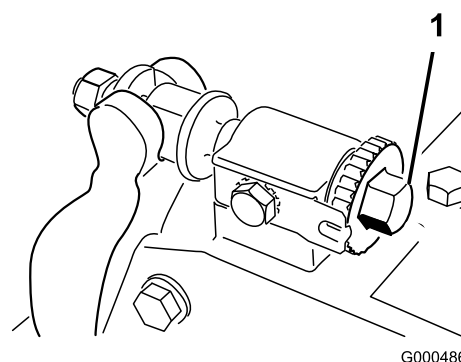
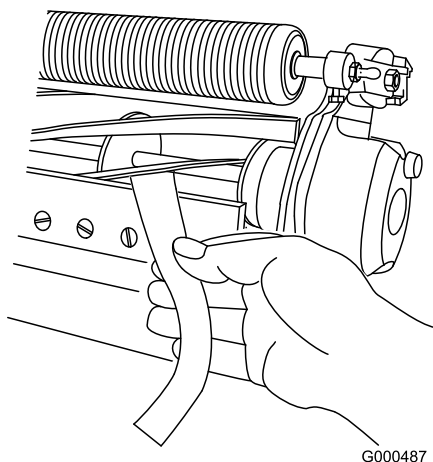

Figura 52
Figura 53
2. Asegúrese de eliminar el contacto con el molinete girando los tornillos de ajuste de la barra de asiento en el sentido contrario a las agujas del reloj (Figura 52).
4. En un extremo del molinete, inserte una tira larga de papel de periódico entre el molinete y la contracuchilla (Figura 53). Mientras gira el molinete lentamente hacia adelante, gire en el sentido de las agujas del reloj el tornillo de ajuste de la barra de asiento (en el mismo extremo del molinete) (Figura 52), un clic a la vez, hasta que el papel quede ligeramente aprisionado cuando se inserta desde delante, paralelo a la contracuchilla. Se notará una ligera resistencia al tirar del papel.
6. Cuando termine el ajuste, compruebe si el molinete 'pellizca' un papel cuando se inserta desde delante, y si corta el papel cuando se inserta perpendicular a la contracuchilla (Figura 53). Debe ser posible cortar el papel con un contacto mínimo entre la contracuchilla y las cuchillas del molinete. Si se nota una resistencia excesiva del molinete, será necesario afilar o amolar la unidad de corte para conseguir los filos necesarios para un corte de precisión (consulte el manual de afilado de molinetes de Toro).